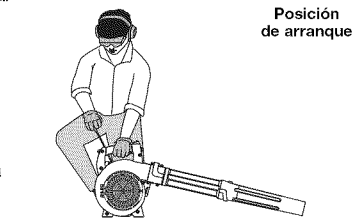

Fig. 10
ADVERTENCIA: Evite los arranques accidentales. Cerciórese de estar en la posición de arranque al tirar de la cuerda (Fig. 10). A fin de evitar lesiones graves, el operador y la unidad deben estar en una posición estable durante el arranque.
- Colóquese en la posición de arranque y tire de la cuerda de arranque 5 veces (Fig. 10).